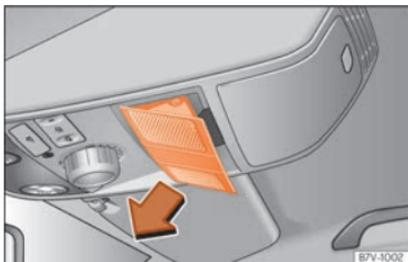

Fig. 17 Dans le ciel de pavillon : retirez le cache.
- Retirez le cache dans le sens de la flèche » » fig. 17.